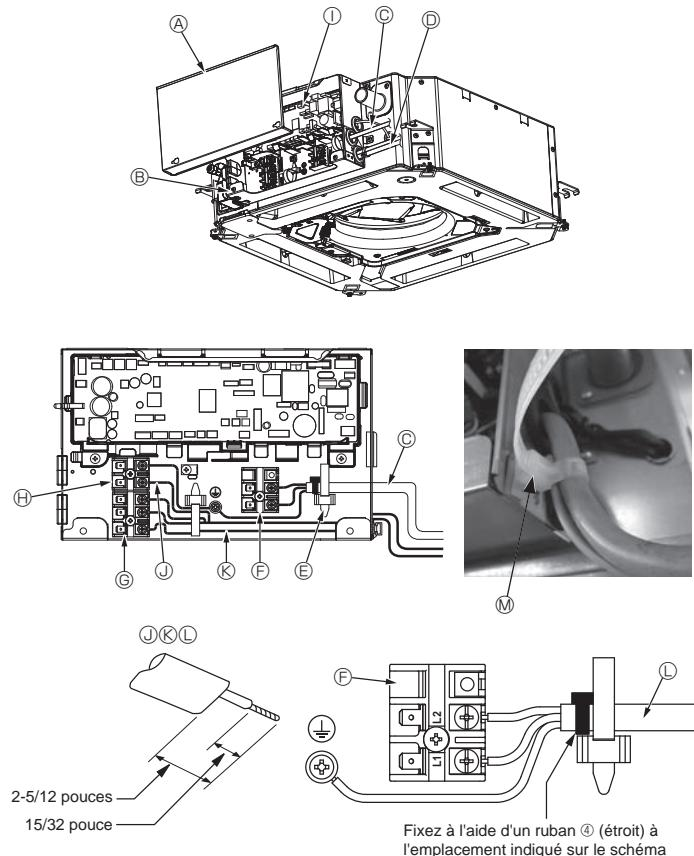
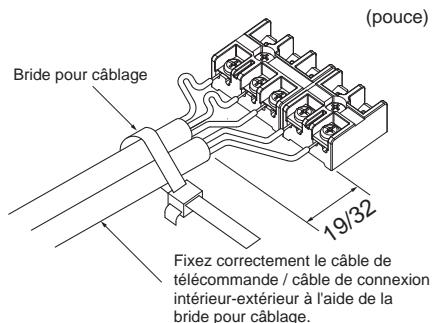

Fig. 5-1
Fig. 5-3
5.1. Appareil intérieur (Fig. 5-1, Fig. 5-2, Fig. 5-3)